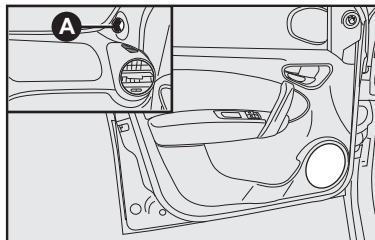
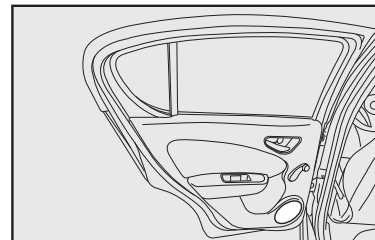

fig. 93
fig. 94
- alto-falantes na porta dianteira e traseira **fig. 93 e fig. 94**.
- Tweeters (15W) nas colunas das portas dianteiras, detalhe **A-fig. 93**.